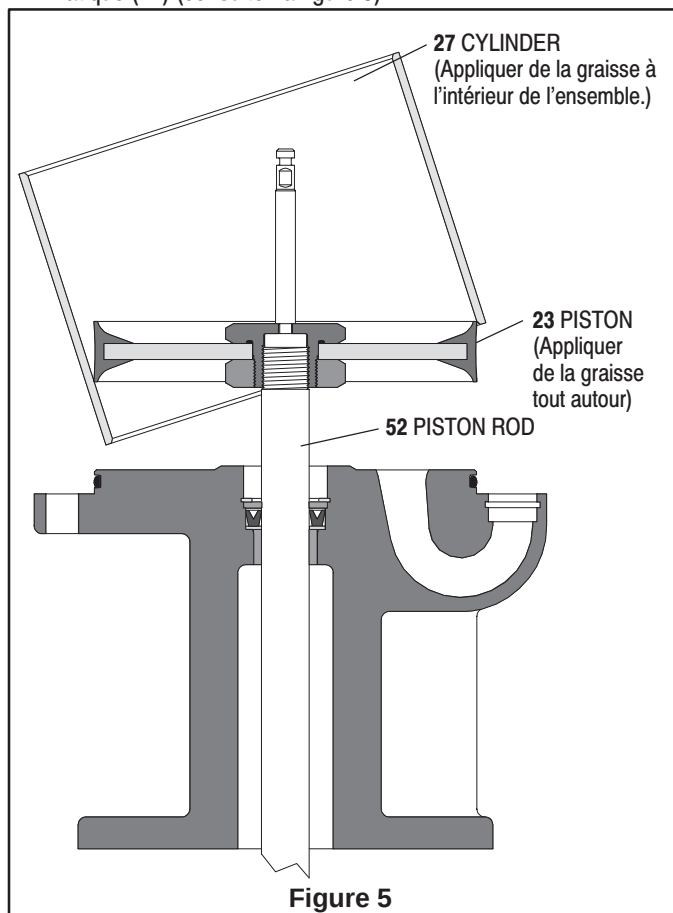

Figure 5
5. Graisser généreusement le joint torique (20) et l'installer dans le socle (30) du moteur pneumatique.
6. Graisser la rondelle (51) et l'installer, ainsi que la coupelle en U (49) dans le socle (30) du moteur pneumatique. Installer la rondelle de guidage (48) et la bague d'arrêt (47) dans le socle (30) du moteur pneumatique.
7. Graisser et installer le joint torique (15) dans le presse-étoupe inférieur (43).
8. Graisser l'alésage de la culasse (18) et insérer le presse-étoupe inférieur (43) dans l'alésage de la culasse (18) en tournant le presse-étoupe.
9. Aligner les trous de vis du presse-étoupe inférieur (43) et de la culasse (18).
10. Fixer solidement le presse-étoupe inférieur (43) à la culasse (18) au moyen de quatre vis à métaux (21).
11. Faire passer la tige de piston (52) par la coupelle en U (49) du socle (30) du moteur pneumatique en s'assurant de ne pas endommager la coupelle en U.
12. Bien graisser l'intérieur du cylindre pneumatique (27).
13. Remplir de graisse la partie de l'ensemble de piston (23) située entre les lèvres. Ensuite, l'insérer jusqu'au fond du cylindre pneumatique (27) (consulter la figure 5).